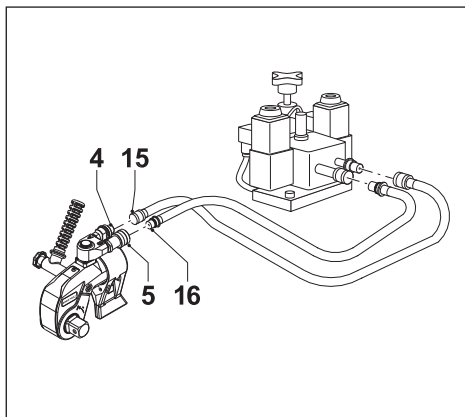

Рис. 7
3.7 Подключение шлангов (рис. 7)